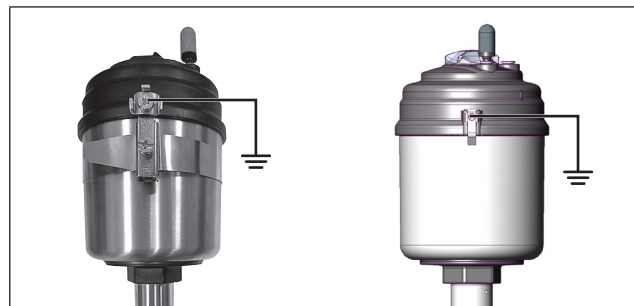

Bild 2: Erdungsbandschelle und Erdungsklemme
- ▶ 2. Freiliegende Metallbauteile die nicht in den Potenzialausgleich (PA) des Ventils eingebunden sind, müssen über zusätzliche PA-Anschlüsse (vorhanden an Bauteilen) durch Kunden in den PA einbezogen werden
- ▶ 3. Elektrisch leitfähige Geräteteile erden. Elektrisch leitfähige Teile müssen separat geerdet werden. Dazu die Erdungsbandschelle oder Erdungsklemme wie in Bild 2 montieren (wenn nicht vormontiert geliefert) und über den Erdungspunkt erden.